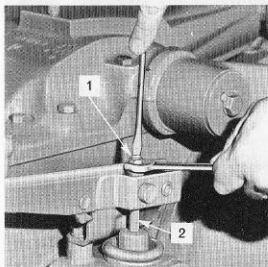

Fig. 83 Handbromsjustering
2. Håll fast handbromslänken med en skruvmejsel och vrid låsmuttern tills bromsen läser, fig. 83.